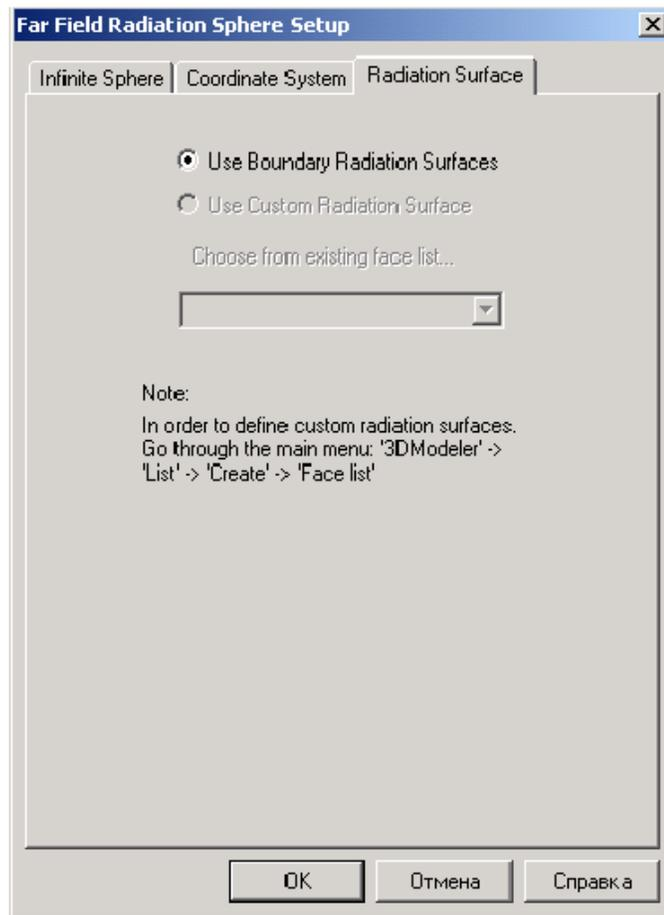

Рис. 10.6. Выбор списка поверхностей излучения
5. Чтобы задать в качестве поверхностей, на которых будут считаться дальние поля, другие, чем назначенная граница излучения или PML, то из можно выбрать в виде списка в закладке **Radiation Surface** (рис. 10.6), нажимая кнопку **Use Custom Radiation Surface**.